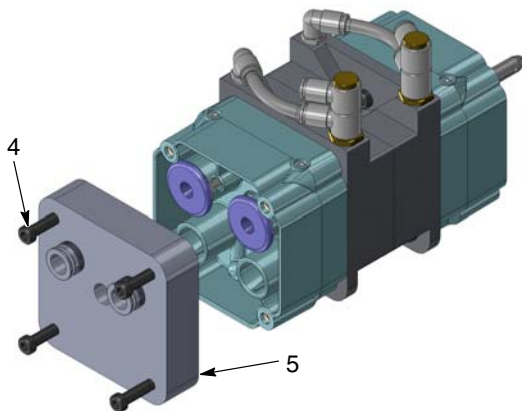

Figura 3 Scoaterea plăcii inferioare a blocului sifon
2. Vezi Figura 3. Scoateți cele patru șuruburi cu cap (4) din partea inferioară a blocului sifon (5).
7. Vezi Figura 3. Folosind o cheie Allen de 4 mm, introduceți patru șuruburi cu cap (4) în blocul sifon inferior (5) pentru a conecta blocul inferior la blocurile supapei de efilare și blocurile intermediare.